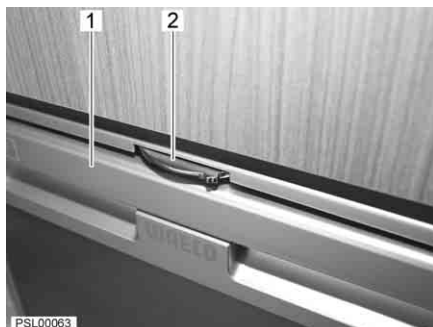

Fig. 80 Porta del frigorifero in posizione di funzionamento
Apertura: ■ Ruotare il bloccaggio inferiore e superiore (Fig. 80,2) verso destra.
■ Tirare verso l'alto la barra di presa (Fig. 80,1) ed aprire la porta del frigorifero.